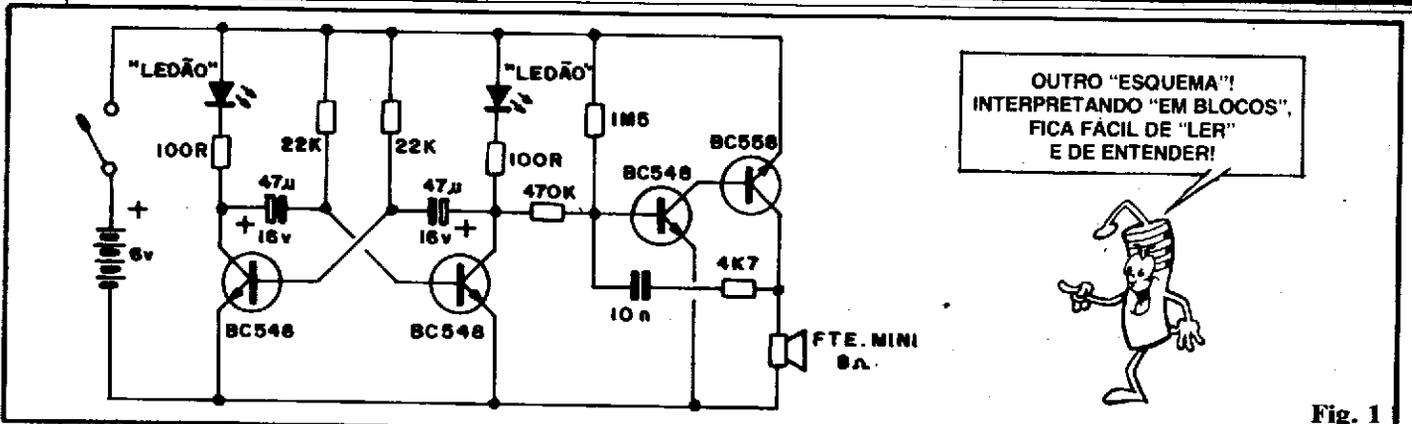
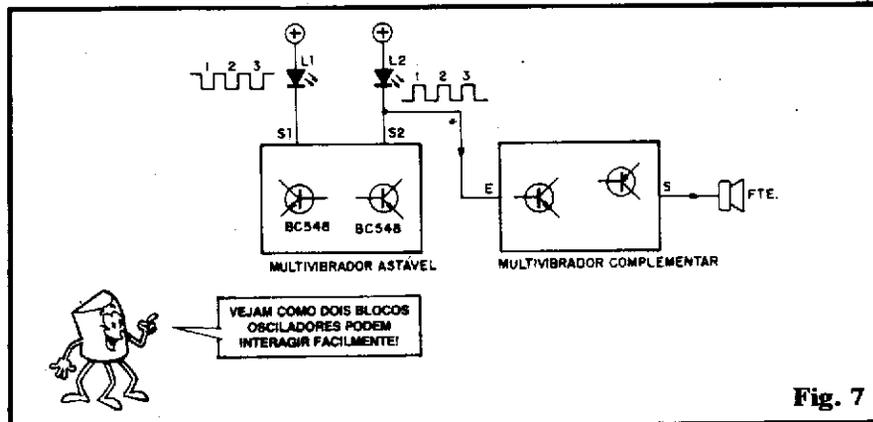

Fig. 1
Fig. 7
- FIG. 1 - O "esquema" do circuito
- FIG. 7 - Diagrama de bloco do circuito do EFEITO CARRO DE BOMBEIROS (siga o texto observando também o "esquema" da fig. 1). No primeiro bloco (esquerda do diagrama) temos um oscilador no formato de MULTIVIBRADOR ASTÁVEL (ver a parte Teórica da presente "Aula"...), ou seja: uma verdadeira "gangorra" formada por dois amplificadores, cada um com um transistor, simetricamente acoplados Saída "dum" com Entrada "doutro" e vice-versa. A frequência (próxima de 1Hz, ou um ciclo por segundo...) é determinada pelos valores dos capacitores eletrolíticos e pelos resistores de polarização/temporização (22K). Acoplados aos coletores de ambos os transistores BC548, temos dois LEDs, cada um protegido pelo
respectivo resistor/limitador de 100R. Assim, como é característica desse tipo de arranjo oscilador, o acendimento dos LEDs mostra-se alternado (quando L1 está aceso, L2 está apagado, e vice-versa, indefinidamente...). No segundo bloco, temos um outro oscilador, este do tipo MULTIVIBRADOR COMPLEMENTAR, estruturado num par de transistores NPN-PNP, que trabalham agora em frequência bem mais elevada (na faixa audível de algumas centenas de ciclos por segundo...) e apresentam como "carga" final, na sua Saída, um pequeno alto-falante em acoplamento direto. Obtemos assim a "tradução" em Som, dos fenômenos elétricos gerados pelo bloco. Como já vimos lá na parte Teórica da presente "Aula", o ritmo de funcionamento de um MULTIVIBRADOR COMPLEMENTAR é determinado pelo capacitor que realimenta a Saída à Entrada do bloco (10n, no caso...) e também pelo valor do resistor que polariza a Entrada geral do bloco (e que, por sua vez, estabelece o regime de "carga" do tal capacitor...). Temos, então, um resistor de 1M5 (ver fig. 1) à base do transistor BC548 que estabelece uma condição "fixa" de funcionamento. Porém, temos também um resistor de 100K ligado à tal Entrada, que conduz à Saída de um dos "lados" da "gangorra" (MULTIVIBRADOR ASTÁVEL)! Com isso, a cada ciclo de funcionamento do primeiro bloco, a polarização/temporização do segundo fica nitidamente alterada... É o que chamamos em Eletrônica de MODULAÇÃO, ou seja, o "condicionamento" do fun-